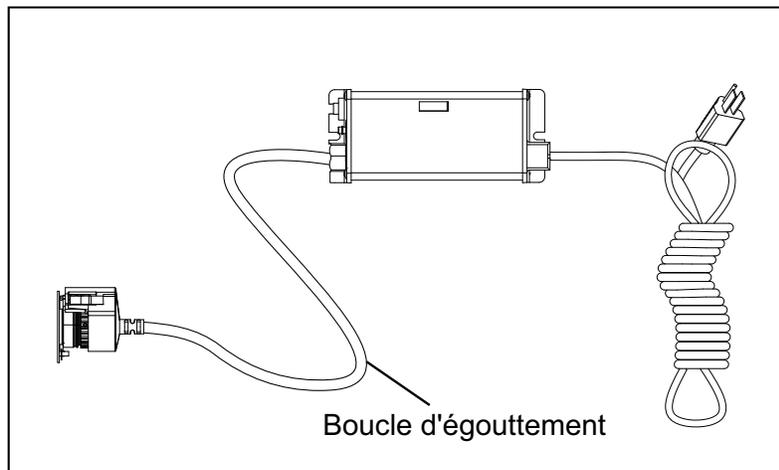

Figure 6 Boucle d'égouttement
- Le dispositif de commande devrait être monté soit au-dessus, soit à côté de la chambre à UV. Montez toujours le dispositif de commande à l'horizontal pour éviter que l'humidité coule le long du cordage et provoque un incendie. Des boucles d'égouttement dans tout le cordage branché au dispositif de commande sont hautement recommandées. Consultez la Figure 6.
- Montez le dispositif de commande VIQUA ICE horizontalement au mur, à côté de la chambre à UV. Dans l'idéal, placez le dispositif de commande au-dessus de la chambre et loin de tout point de branchement d'eau, pour éviter toute fuite potentielle d'eau sur le dispositif de commande au moyen d'une fuite au niveau d'un point de connexion ou d'un système « transpirant ». Assurez-vous d'avoir laissé une « boucle d'égouttement » comme indiqué dans la Figure 6 sur la lampe UV, le capteur UV et le cordon d'alimentation, à nouveau, pour empêcher l'eau de pouvoir entrer dans le dispositif de commande.